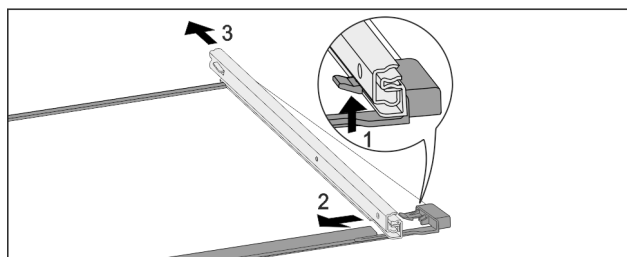

Fig. 228 Skleněná deska s kolejničkami
- Přední aretační háček zatlačte nahoru. Fig. 228 (1)
- Výsuvnou kolejničku vysuňte stranou Fig. 228 (2) a dozadu Fig. 228 (3).